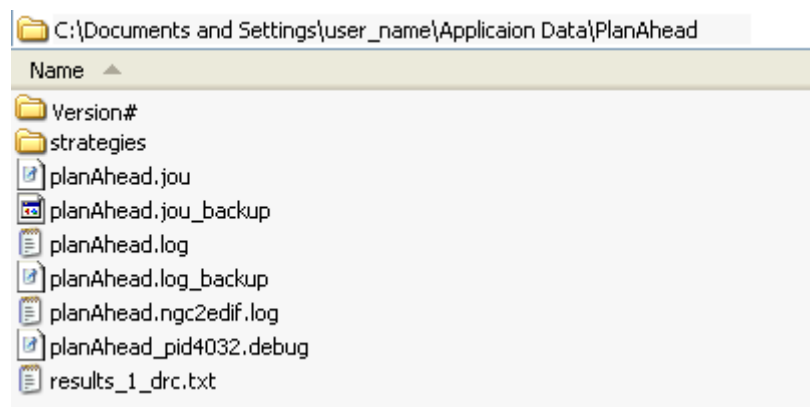

図 A-1：レポート出力を含む PlanAhead ディレクトリ
453 ページの図 A-1 に、Windows OS でレポートを出力するときを使用されるディレクトリ構造を示します。ユーザーがファイルの場所を指定しない場合、次の場所にレポート ファイルが出力されます。
- Windows では、図 A-1 に示すように次のディレクトリになります。